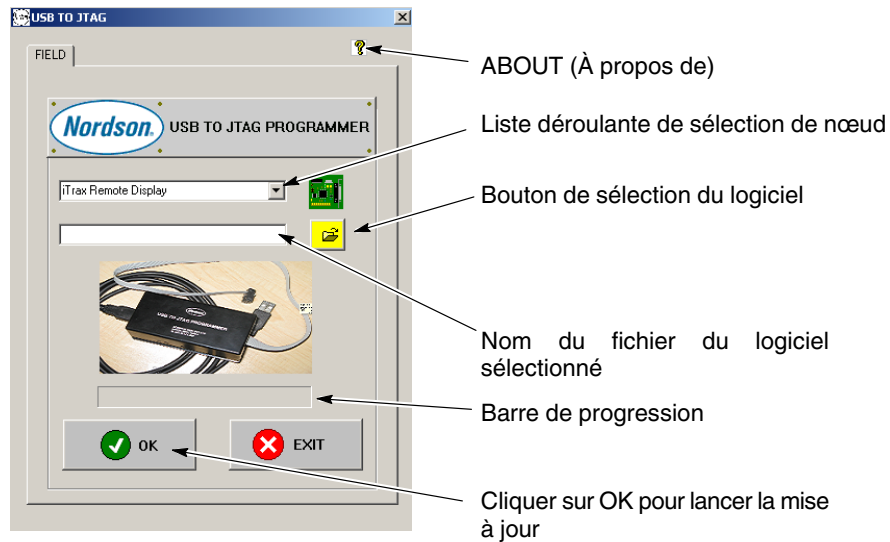

Figure 8 Boîte de dialogue de commande USB to-JTAG
3. Pour exécuter l'application USB to JTAG, double-cliquer sur l'icône de l'application sur le Bureau ou sur le fichier USB-Jtag.exe. Voir la figure 8.